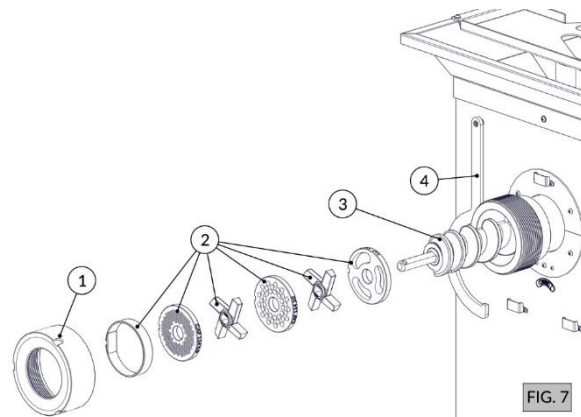

FIG. 7
2. Solte o volante (Item 1 - FIG. 7) utilizando a chave do volante (Item 4 - FIG. 7);
3. Retire todo o conjunto interno do bocal (Item 2 - FIG. 7) conforme o tipo de moagem;
4. Retire o caracol (Item 3 - FIG. 7).